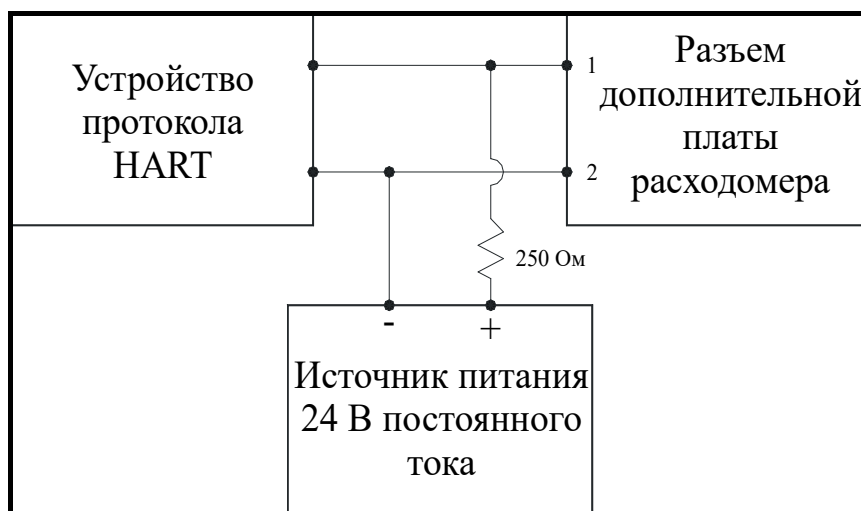

Рис. 1. Схема соединений дополнительной платы
3. Соедините дополнительную плату протокола HART с устройством HART, как показано на рис. 1 на следующей странице.